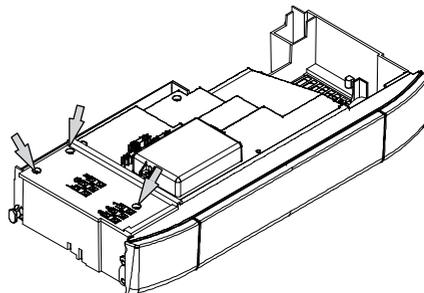

Fig. 5.18
- Svitare le viti e rimuovere il coperchio copri morsettiera Fig. 5.18 .